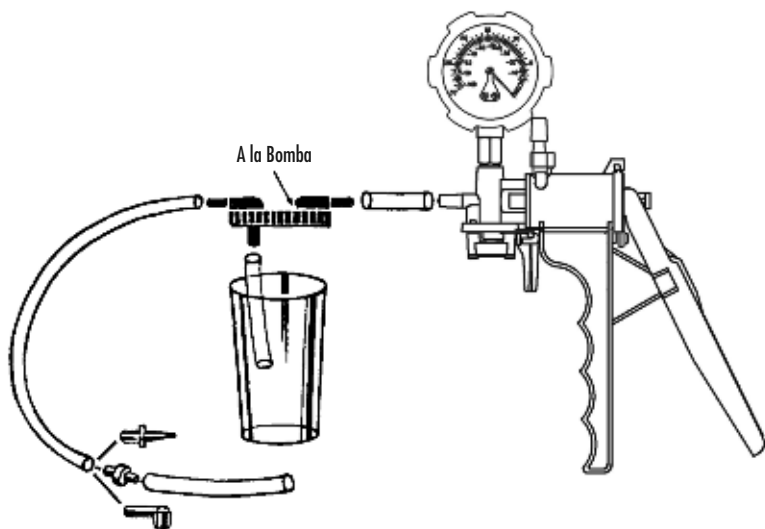

FIGURA 15: JUEGO DE PURGA DEL FRENO
3) Introduzca deslizando $1\frac{1}{2}$ " de tubo entre la bomba y la tapa del vaso del depósito, en el orificio marcado "TO PUMP" (a la bomba) (FIGURA 15).